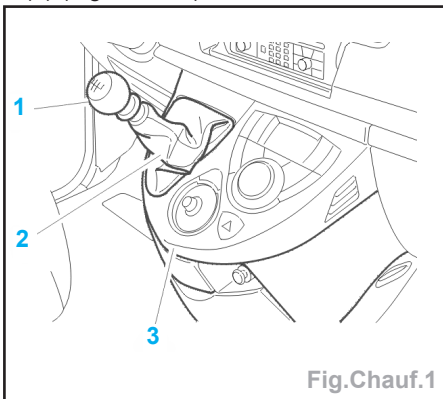

Fig.Chauf.1
- Déposer le pommeau levier de vitesses (1) (Fig.Chauf.1).